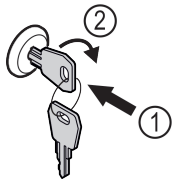

Fig. 191 Immagine a titolo di esempio
- ▶ Inserire la chiave Fig. 191 (1).
- ▶ Ruotare la chiave di 90° in senso orario Fig. 191 (2).